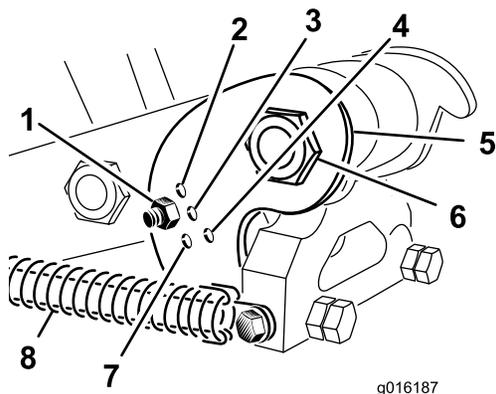

図 37
キャンバブラケット (図 37) を、使用するティンに合った正しい位置にセットしてください。ヘッドストップのセット位置は基本的に 5ヶ所ですが、調整ロッドを通す穴を選択することにより、ヘッドストップのセット位置が 5ヶ所のうちの 1 つに決まります。これらの穴は事前に設定されており、たとえば、場合によって、12インチ位置で10インチのティンを使うと、より滑らかな仕上がりとなります。
3. タイヘッドにかかっているスプリングのテンションを解除する (図 37)。
4. キャンバブラケットの調整穴についているボルトとナットを外す (図 37)。
5. キャンバブラケットを回転させて、アームについている穴のうちの希望する穴に合わせ、ボルトとナットを取り付ける (図 37)。